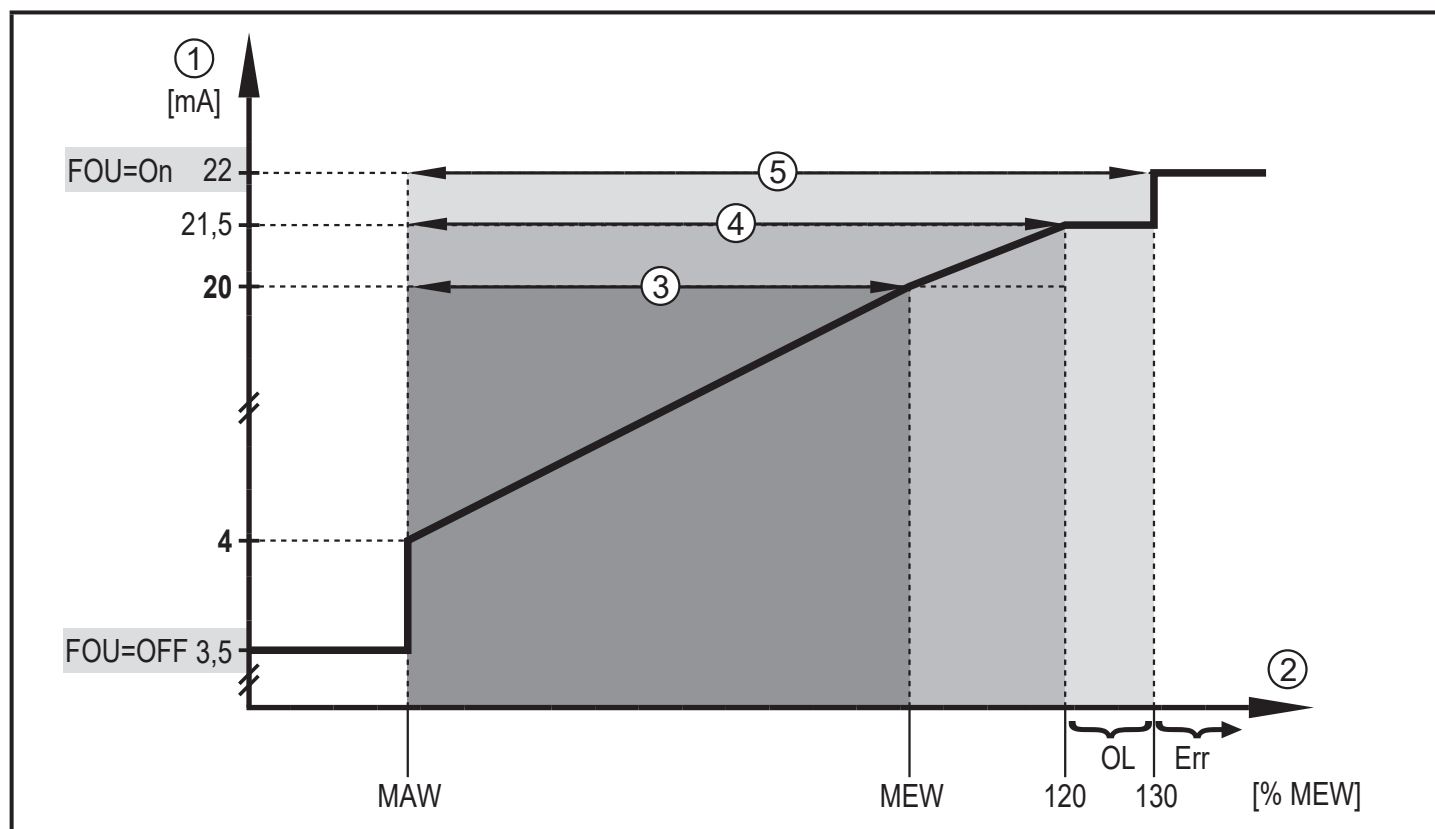

Рис. 1
- Если измеренное значение находится вне диапазона измерения или в случае внутренней ошибки, выдаются токовые сигналы или сигналы напряжения, указанные на Рис. 1 и 2.